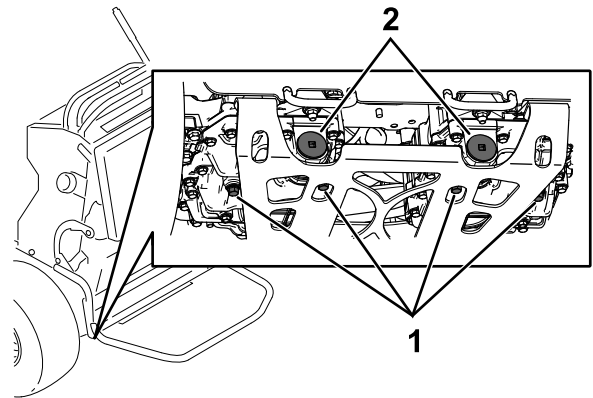

Figure 76
- Localisez le bouchon de vidange sous la base de chaque transmission et placez un bac de vidange sous les bouchons (Figure 76).